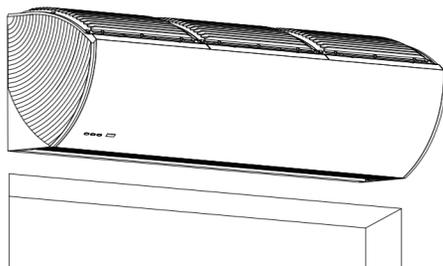

Imagen 3: Fije la cortina de aire
3. Fije la Cortina de aire Coloque la cortina de aire en el soporte del chasis y fíjela con tornillos (imagen 3).